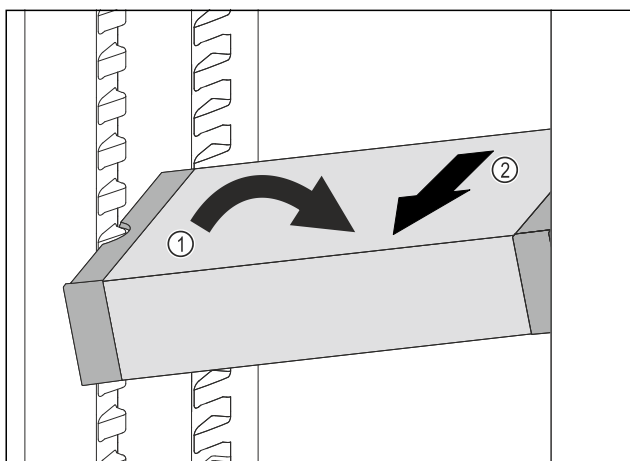

Fig. 134
- Vendosni VarioSafe pjerrtas në pjesën e ftohjes. Fig. 134 (1)
- Hiqni VarioSafe për nga përpara. Fig. 134 (2)